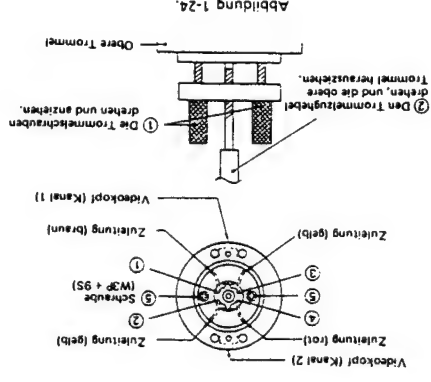

Abbildung 1-24.
• Auswechseln (Siehe Abb. 1-24.)
1. Die Zuleitungen ① bis ④ vom Videokopf abblenden und diese entfernen.
2. Die beiden Schrauben ⑤ [Messingschrauben mit Unterlagsscheiben (W3P + 95)] mit einem Kreuzschlitzschraubenzieher entfernen.
3. Die obere Trommel (durch Hochziehen mit der Vorrichtung zum Auswechseln der oberen Trommel) herausziehen. (Siehe Abb. 1-24.)
1. Die neue obere Trommel in die in Abb. 1-24 gezeigte Lage bringen, und die Zuleitungen richtig verlegen.